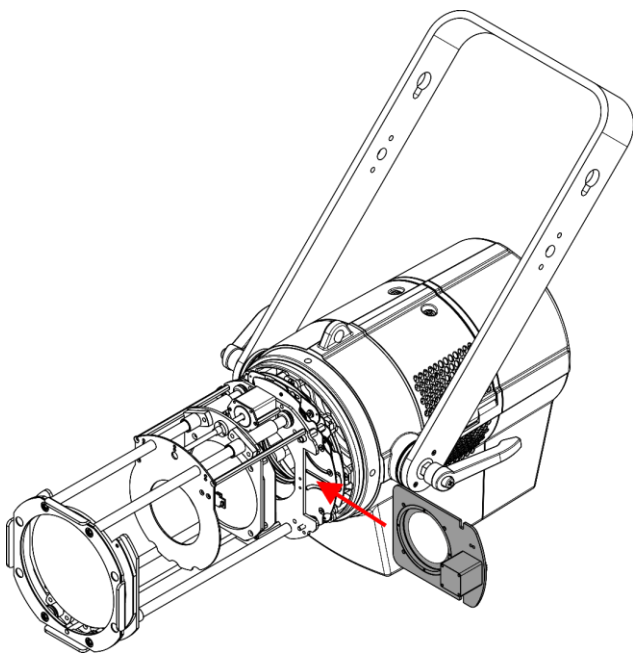
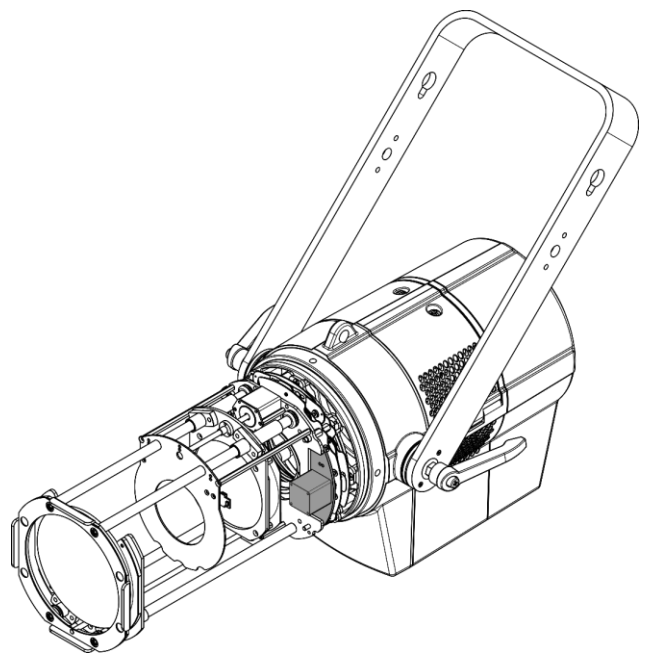

**Abb. 03**
**Abb. 04**
01) Lösen Sie die vier Befestigungsschrauben der Abdeckung. (Abb. 03) und entfernen Sie die Abdeckung (Abb. 04).